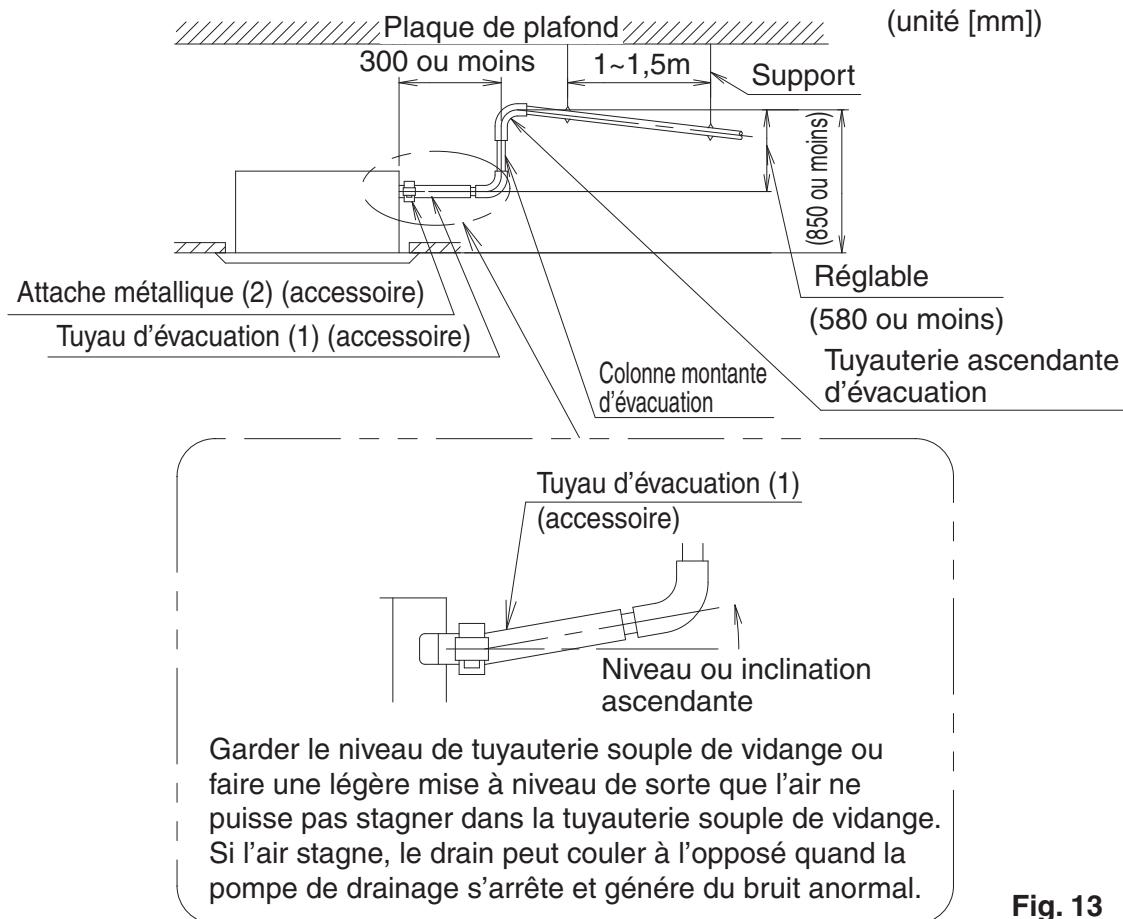

Fig. 13
**< Attention à prendre lors de la réalisation de tuyauterie de vidange ascendante (Reportez-vous à la Fig. 13)>**